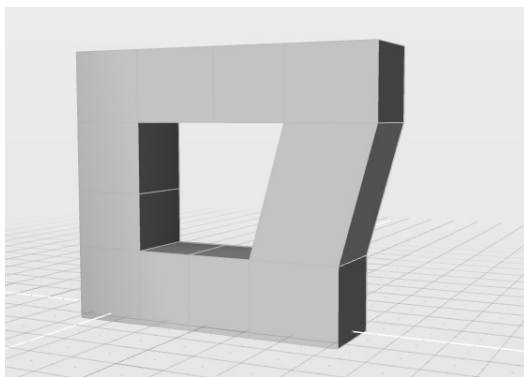

图 6-41 在两面间创建桥体
- 4) 在控制面板中，单击“创建桥体”按钮，获得结果如图 6-41 所示。